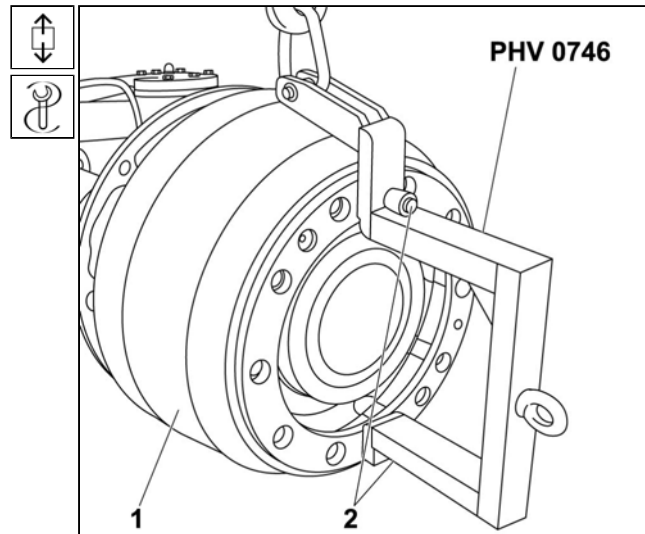

Рис. 7.38 Подвешивание поворотной цапфы - PHV 0746
6. К тормозному барабану привинтить болтами **2** подвесное приспособление **PHV 0746** и с помощью подвесного приспособления снять барабан **1** из посадки (Рис. 7.38).